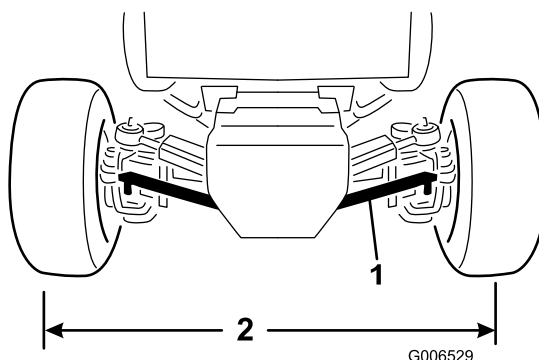

Figura 59
2. Retire as porcas que fixam 1 junta da barra de ligação ao suporte de montagem no eixo; em seguida, retire a junta do eixo (Figura 59).
4. Rode a união da barra até que distância centro a centro à frente e atrás das rodas traseiras seja a mesma (Figura 59).